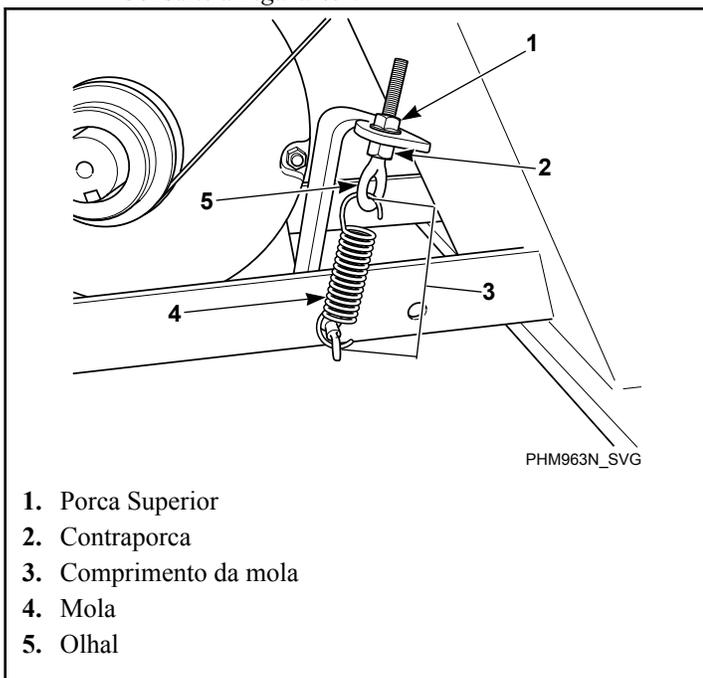

Figura 45
**NOTA: A polia de cesto deve ser girada três (3) voltas completas antes de determinar a tensão da correia após cada ajuste.**
- **Frequencímetro.** Aperte a porca superior do olhal até obter a frequência correta (consultar *Tabela 36*) no meio da faixa. Aperte a contraporca  $20,6 \pm 2$  pés-lb. Consulte a *Figura 45*.
- **Medidor de tensão.** Aperte a porca superior do olhal até que a medição adequada da correia (consulte a *Tabela 36*) seja obtida no meio do intervalo. Aplique na contraporca para o suporte da mola o torque de  $20,6 \pm 2$  ft-lb. Consulte a *Figura 45*.
- **Comprimento da mola.** Aperte a porca superior do olhal até que a mola meça 103 mm [3 15/16 pol.] (modelos de 20-30 kg [45-65 lb.]) ou (modelos de 39-72 kg [85-160 lb.]) entre os ganchos. Aperte a contraporca a  $20,6 \pm 2$  pés-lb. (3 kg-força). Consulte *Figura 45*.
- **Mantenha a tensão durante a remoção da correia.** Se a tensão adequada for alcançada, prenda a contraporca em sua posição e afrouxe a porca superior do olhal para liberar a correia. Substitua a correia e aperte novamente a porca superior do olhal na posição da contraporca. Consulte a *Figura 45*.